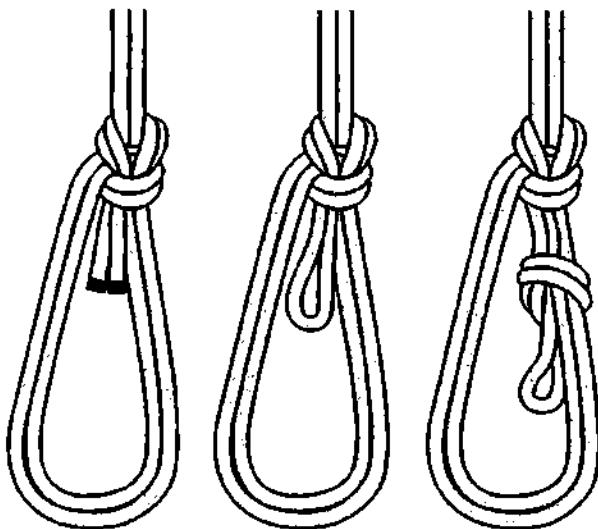

Рис. 492. **Беседочный узел**, связанный сдвоенной верёвкой, имеет две рабочие петли.
**Беседочный узел**, завязанный сдвоенной верёвкой, не следует путать с **двойным булинем** (рис. 492). У **беседочного узла**, завязанного сдвоенной верёвкой, петелька ходового конца тоже может работать в качестве рабочей (третей) петли (рис. 495).